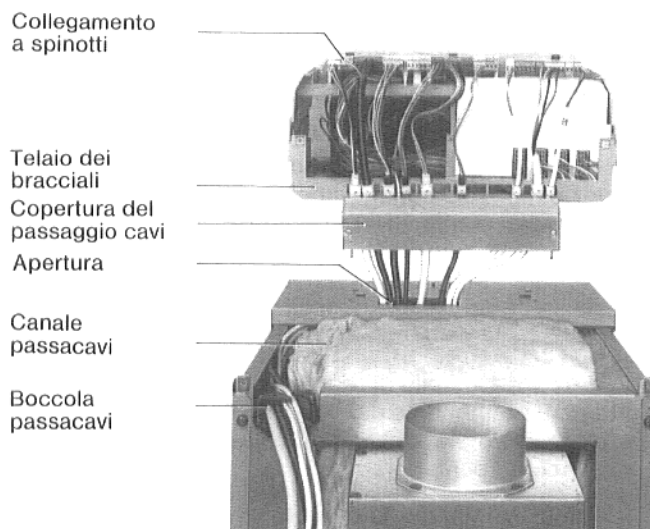

Fig. 13: Collegamento elettrico (Rappresentazione "esplosa")
Disporre i cavi elettrici, da dietro attraverso le boccole passacavo nella parete posteriore caldaia (Fig. 13) nel canale apposito, conducendoli all'apparecchio di regolazione attraverso l'apertura del coperchio caldaia.
13. Fissare tutti i cavi ai bracciali adatti (a corredo fornitura) stringendo le viti nel telaio dei bracciali (Fig. 13).